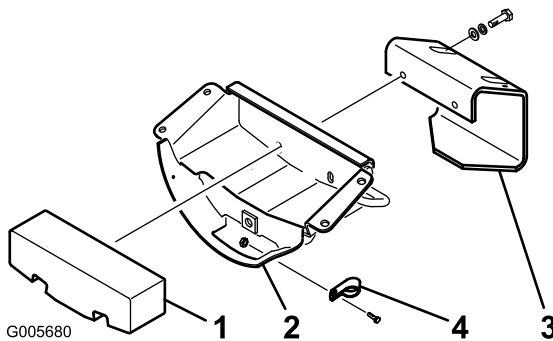

Bild 5
1. Nehmen Sie die beiden Kopfschrauben (1/2 x 3/4 Zoll), die ISicherungsscheiben und Flachscheiben ab, mit denen der Heckballast an der Achsenstütze befestigt ist (Bild 5).